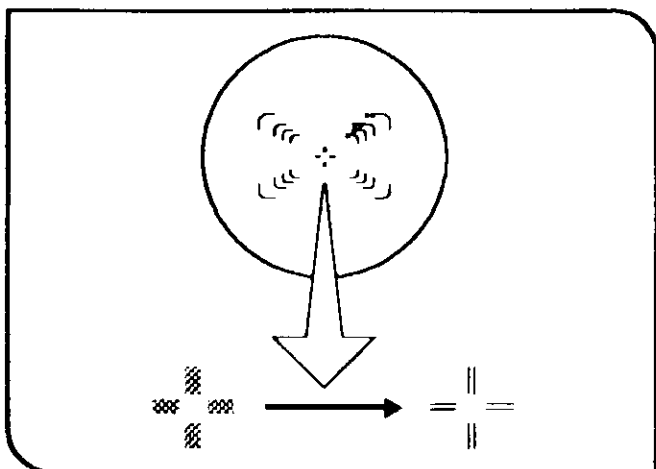

图 73
### (5) 调节聚焦 (图 73 和 74)
- ◎ 取景目镜显示四个取景框。取景框上的编号对应于照相目镜的放大倍率。(图 73)
1. 调节目镜的屈光度，然后对取景框聚焦，直到双十字线能够清晰分成两条清楚的线条。(图 73)